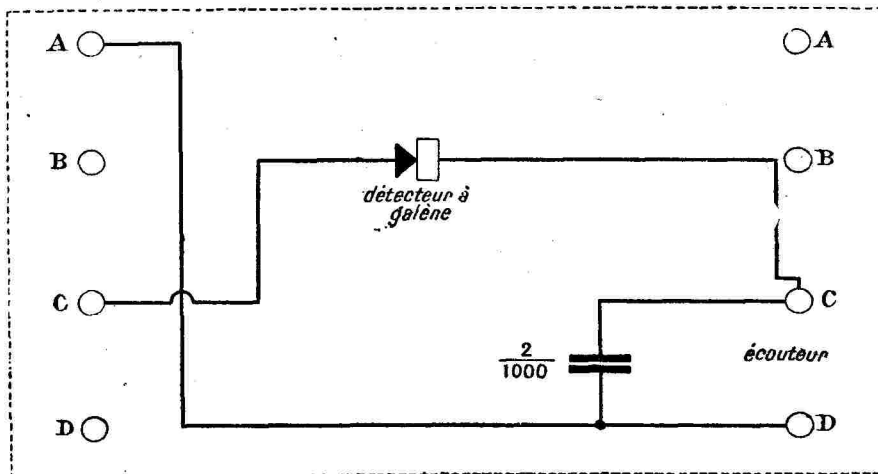

Fig. 3.
(1) Les éléments comportant un condensateur variable, comme celui à résonance (fig. 3), devront être évidemment un peu plus larges.
Bloc haute fréquence à transformateur accordé. — Constitué par 2 nids d'abeilles, montage plus sélectif que celui du bloc fig. 3 et facilitant mieux l'accrochage. Ce bloc est à mettre de préférence immédiatement avant la détectrice. C'est un système très recommandé pour sa haute sensibilité et sa syntonie extrême.